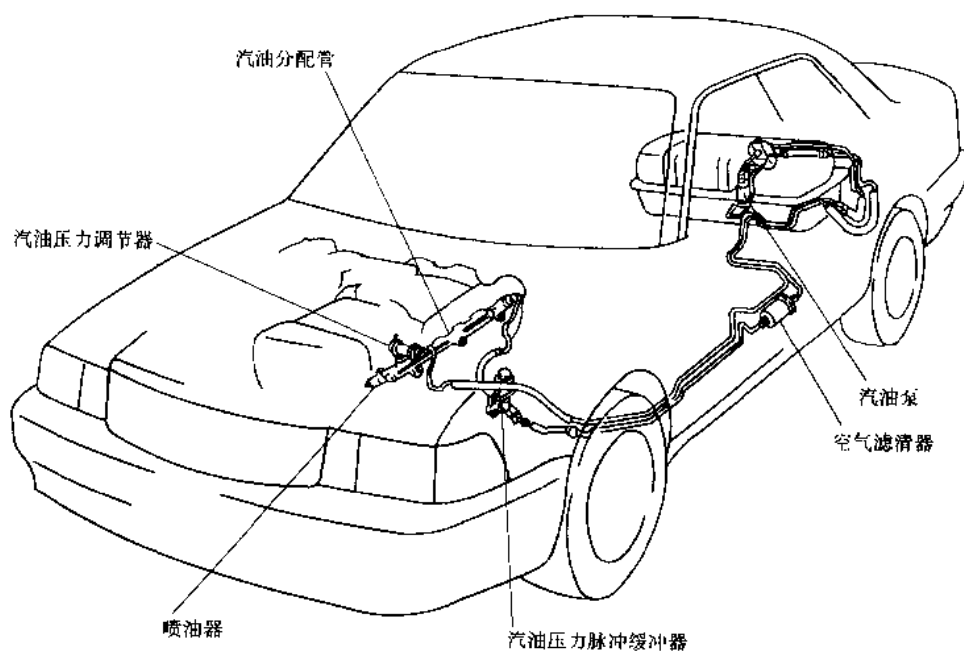
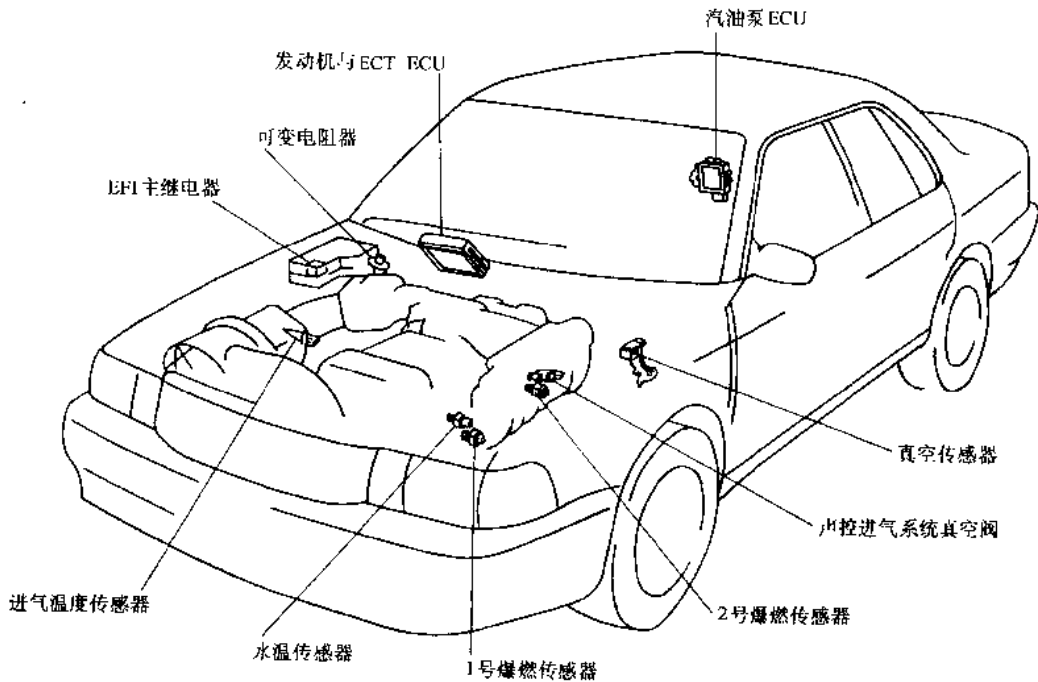

图 2-3 燃料系统
图 2-5 EF1 电子控制系统
电子控制汽油喷射系统 (EFI) 是由三个基本的子系统组成, 它们是: 燃料系统、进气系统和电子控制系统, 它们在车上的布置如图 2-3~图 2-5 所示。
1. 燃料系统 (图 2-3) 汽油被汽油泵从油箱中抽出, 并流经汽油滤清器、油管 and 压力脉冲缓冲器后进入燃油分配管, 再分配给各个喷油器。
3. 电子控制系统 电子控制系统由传感器和 ECU 所组成 (图 2-5)。传感器探测发动机的各种工作条件, ECU 则根据这些传感器信号确定喷油量 (定时) 及点火正时, 并操纵喷油器工作。